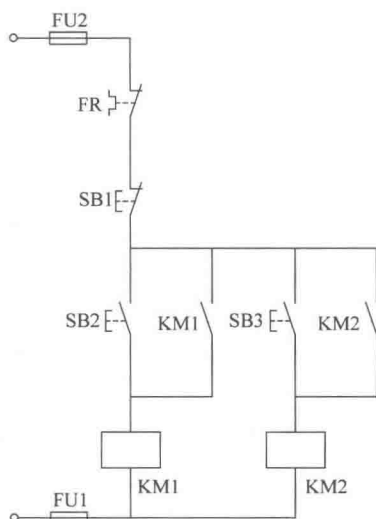

图 1-10
49. 如图 1-10 所示控制电路可实现\_\_\_\_\_。